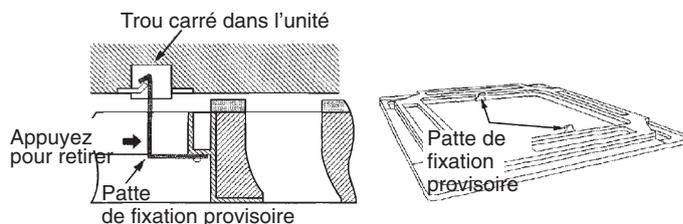
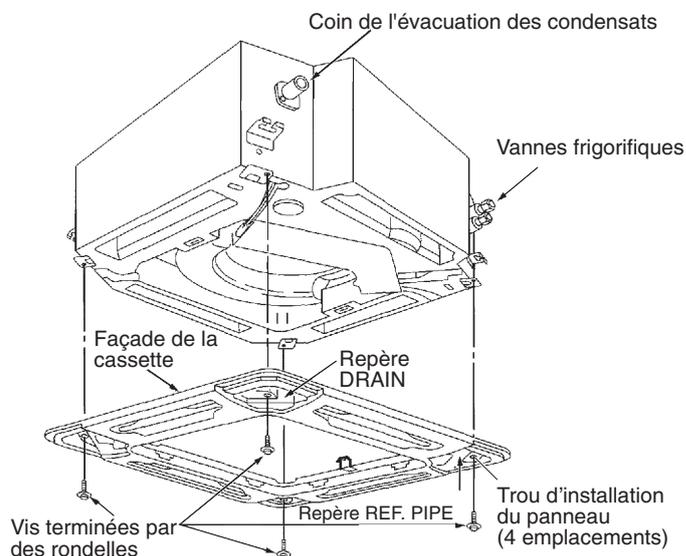
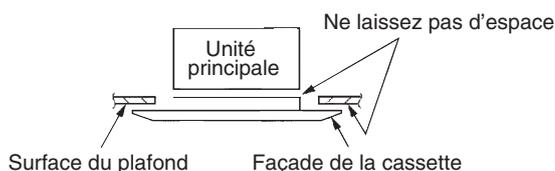

Fig. 9-15
Fig. 9-16
Fig. 9-17
- (1) Insérez les attaches provisoires (en acier inoxydable) à l'intérieur de la façade de la cassette, dans les orifices carrés de l'unité, pour fixer temporairement la façade. (Fig. 9-15)
- Pour retirer la façade de la cassette, soutenez-la tout en enfonçant les attaches provisoires vers l'extérieur. (Fig. 9-15)
- (2) Alignez les orifices d'installation de la façade sur ceux des vis de l'unité.
- (3) Serrez les vis fournies aux 4 emplacements d'installation de la façade de façon à fixer celle-ci fermement à l'unité. (Fig. 9-16)
- (4) Assurez-vous que la façade est fixée fermement au plafond.
- A ce stade, assurez-vous qu'il n'y a pas d'espace entre l'unité et la façade de la cassette ou entre la façade et la surface du plafond. (Fig. 9-17)